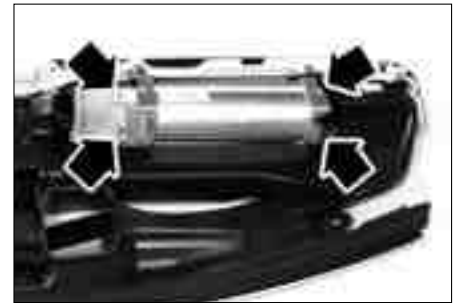

FIG. 3
- los 4 tornillos de fijación del módulo sobre su soporte (fig. 3).